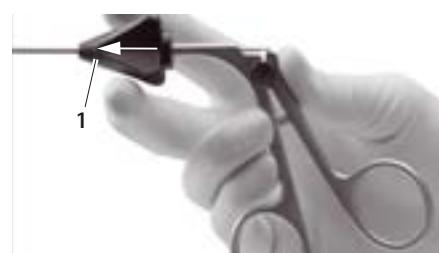

Fig. 9
- Dejar que la estrella giratoria 1 se deslice hacia adelante, ver Fig. 9.